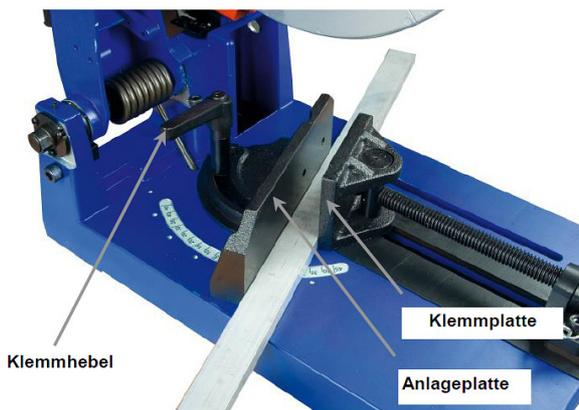

Abb. 5: Gehrungsschnitt
Schritt 2: Schwenken Sie den Drehfuß in die gewünschte Winkellage und ziehen Sie die Klemmung wieder gründlich fest. Über eine Rastfunktion sind bevorzugte Winkellagen vorgegeben, jedoch können alle Winkel zwischen 0° und 45° frei eingestellt werden (Abb. 5).